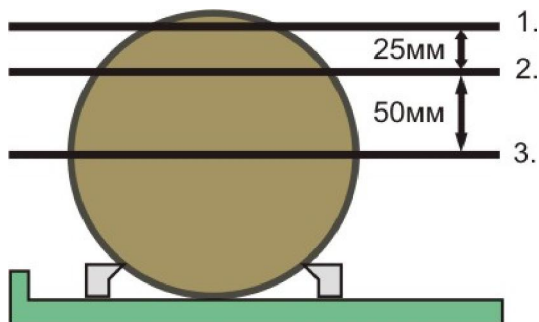

рис. 1
2. Джойстиком установите пилу на нужную высоту (рис. 1 позиция 1.), дисплей (2.) показывает высоту от пилорамы.
5. Для распила доски толщиной 25 мм, джойстиком установите пилу пока в дисплей (1.) покажет размер «27.0» (при условии, что режущий путь 2.0 мм, $25.0 + 2.0 = 27.0$ мм), рис. 1 позиция 2.
8. Для распила доски толщиной 50 мм, джойстиком установите пилу пока в дисплей (1.) покажет размер «52.0» (при условии, что режущий путь 2.0 мм, $50.0 + 2.0 = 52.0$ мм), рис. 1 позиция 3.